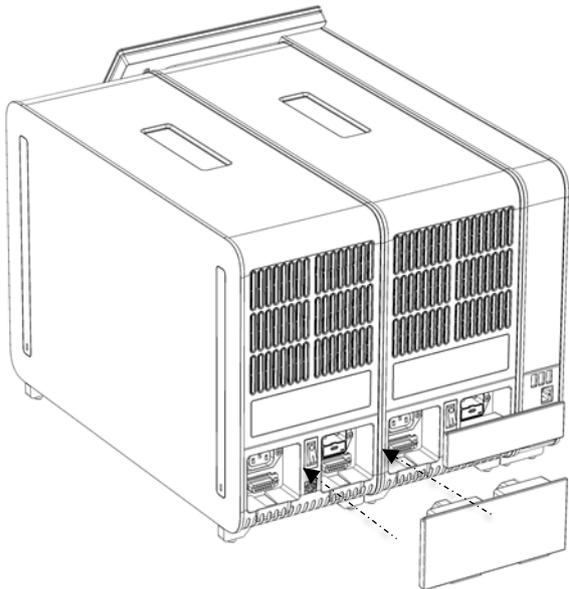

Abbildung 18. Anschließen des Analyse-/Analysemodul-Verbindungsstücks.
6. Schließen Sie das Analyse-/Analysemodul-Verbindungsstück an der Rückseite des QIAstat-Dx Analyzer 1.0 an, um die beiden Analysemodule miteinander zu verbinden (Abbildung 18).